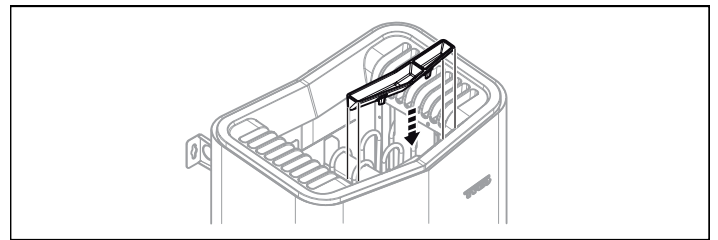

Abb. 9: Anbringen von Duftbehälter/Luftbefeuchter
7. Bringen Sie die Kräuterschale / den Luftbefeuchter an, siehe Abb. 9.